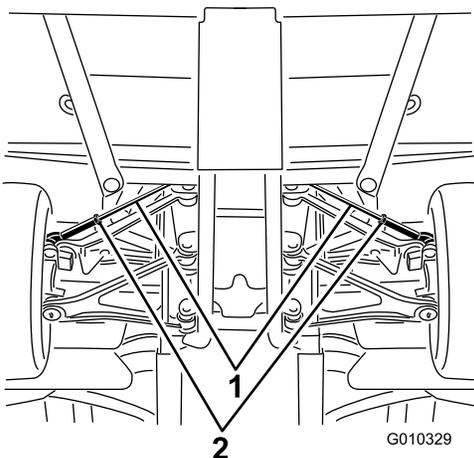

Рисунок 59
- A. Ослабьте контргайку в середине тяги (Рисунок 59).